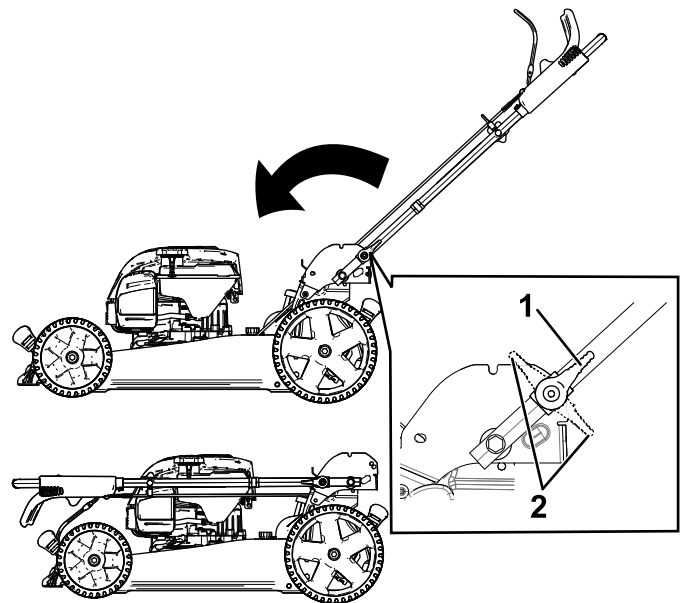

Figura 22
3. Abra las palancas de bloqueo del manillar (Figura 22).
4. Pliegue el manillar completamente hacia adelante (Figura 22).